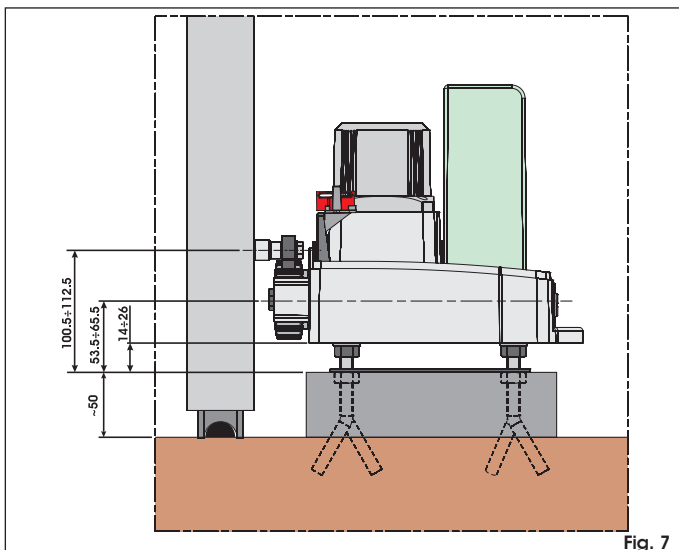
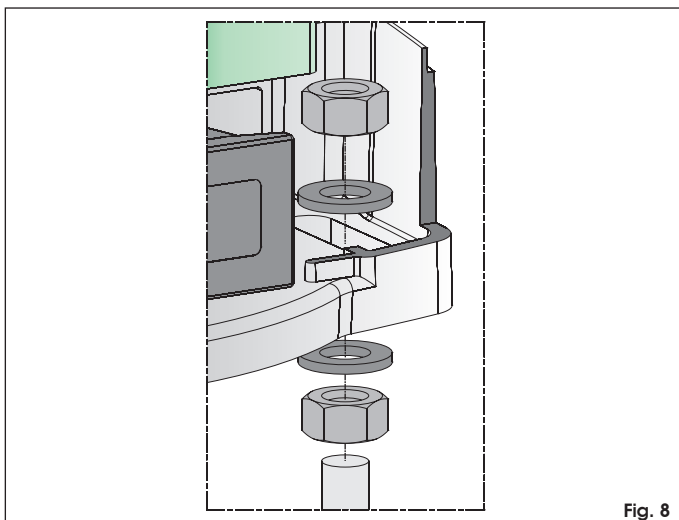

Fig. 7
Fig. 8
È consigliabile collocare la piastra su un basamento di cemento a circa 50 mm dal suolo (fig. 7).
7. Fissare l'operatore sulla piastra di fondazione utilizzando le viti e rondelle in dotazione come da fig. 8. Il posizionamento dell'operatore è indicato nella fig. 7. Durante tale operazione fare passare i cavi elettrici attraverso l'apposito foro presente sulla base del corpo del motoriduttore.